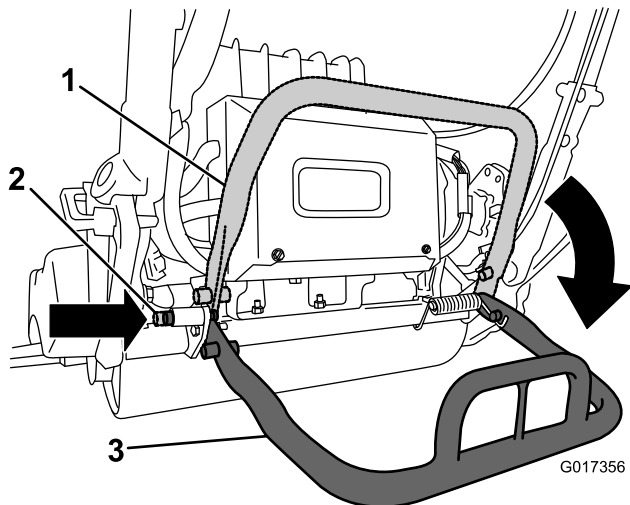

Figure 8
2. Abaissez la béquille et appuyez sur la goupille de verrouillage pour bloquer la béquille en position d'entretien (Figure 8).